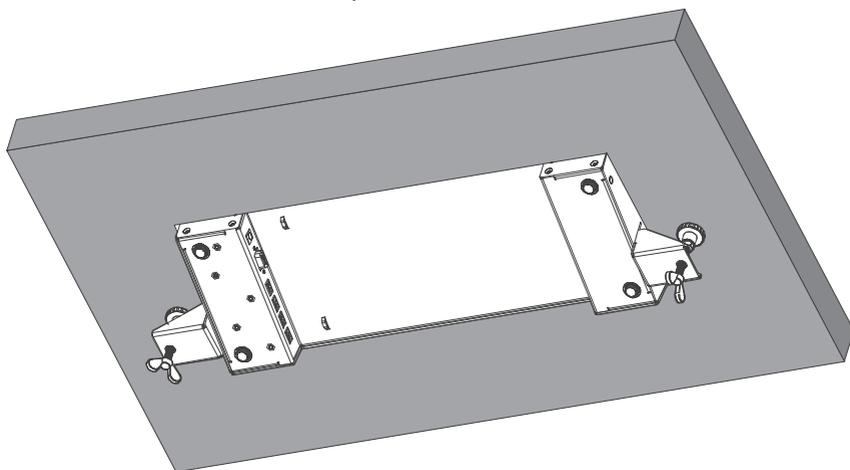

Рис. 6. Фиксация VP-727T в подготовленном проеме
6. Затяните контровочные винты. Теперь прибор **VP-727T** надежно закреплен, как показано на рис. 6.